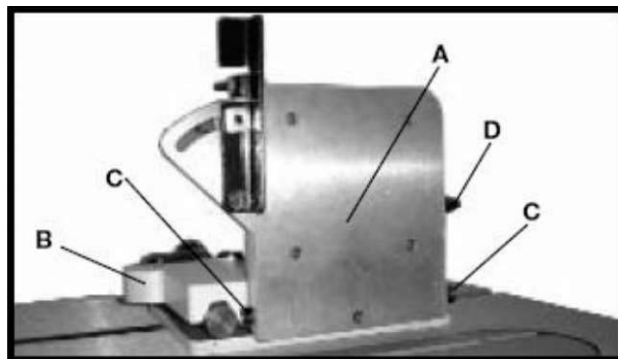

Рисунок 2
1. Прикрепите вертикальный упор заготовки (А), Рис. 2, к основанию шипорезного устройства (В) двумя ступенчатыми болтами (С), наденьте плоскую шайбу М6,4 на ручку (D) и прикрутите ее к основанию шипорезного устройства (В).